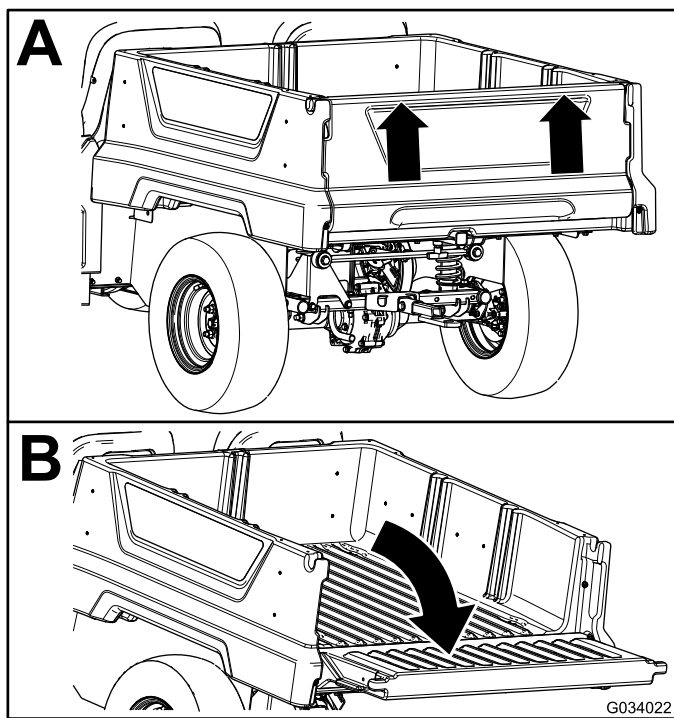

Figura 22
2. Usando ambas manos, levante el portón trasero usando el resalte situado cerca de la parte superior del portón (Figura 22).
3. Baje el portón hasta que quede enrasado con la parte inferior de la plataforma de carga (Figura 22).